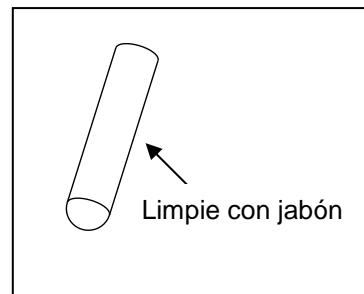

Fig. 15
11. Limpie el exterior de tubo de vidrio UV con agua tibia y jabón. Fig. 15